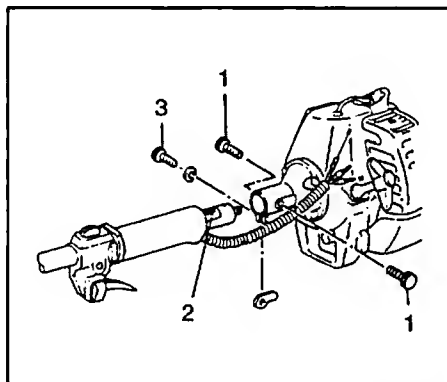

Fig. 1-1
(En) Drive shaft to engine (Fig.1-1)
(Fr) Arbre de transmission du moteur (Fig. 1-1)
- It** **Montaggio dell'albero motore al motore (Fig. 1-1)**
- Ge** **Antriebswelle und Motor (Fig. 1-1)**
- Sp** **Árbol de transmisión del motor (Fig. 1-1)**
Sw Drivaxel till motor (Fig. 1-1)